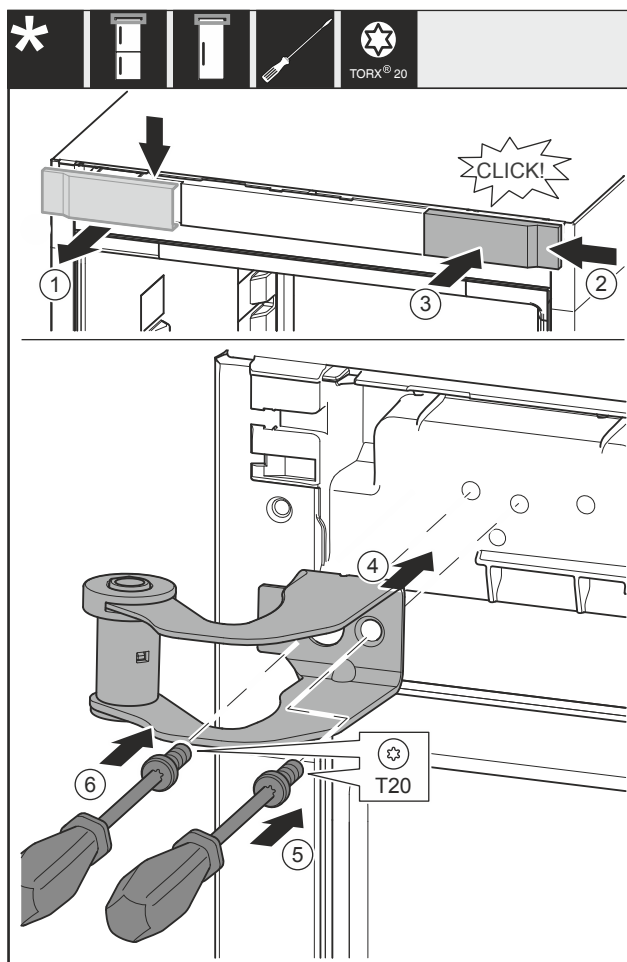

Fig. 31
- Snemite pokrov Fig. 31 (1) od zgoraj v smeri naprej.
- Pokrov Fig. 31 (2), obrnjen za 180°, namestite na drugo stran z desne strani.
- Zaskočite pokrov Fig. 31 (3).
- Pristavite zgornji ležajni podstavek Fig. 31 (4).
- Zategnite vijak Fig. 31 (5).
- Zategnite vijak Fig. 31 (6).